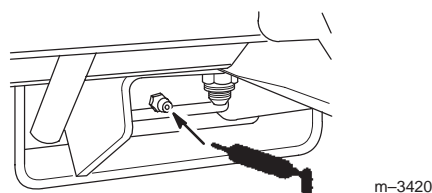

Figure 39
6. Lubrifiez le graisseur de la pédale de frein (Fig. 39).